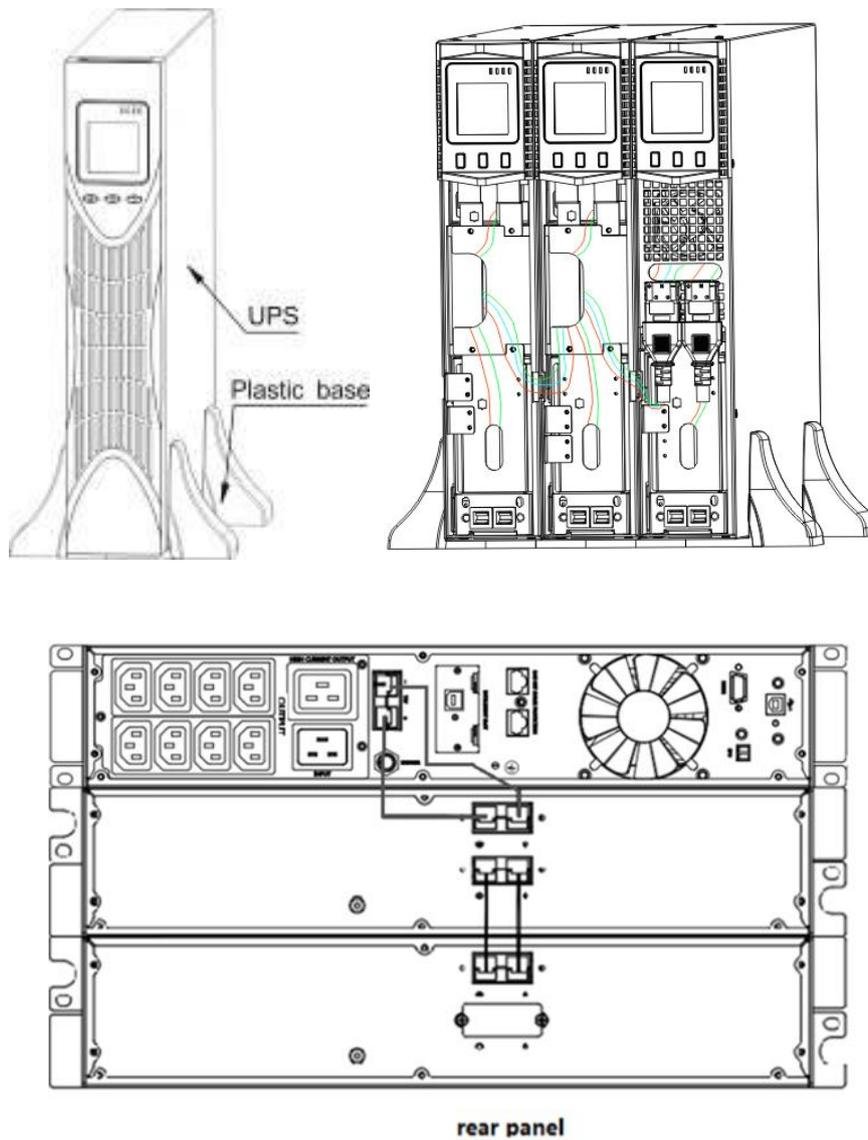

Abbildung 13
- Die Installation zwischen USV und EBP ist in Abbildung 13 zu sehen
- a) Installieren Sie die Basis und platzieren Sie dann die USV nacheinander auf der Basis, wie in Abb. 13 gezeigt.